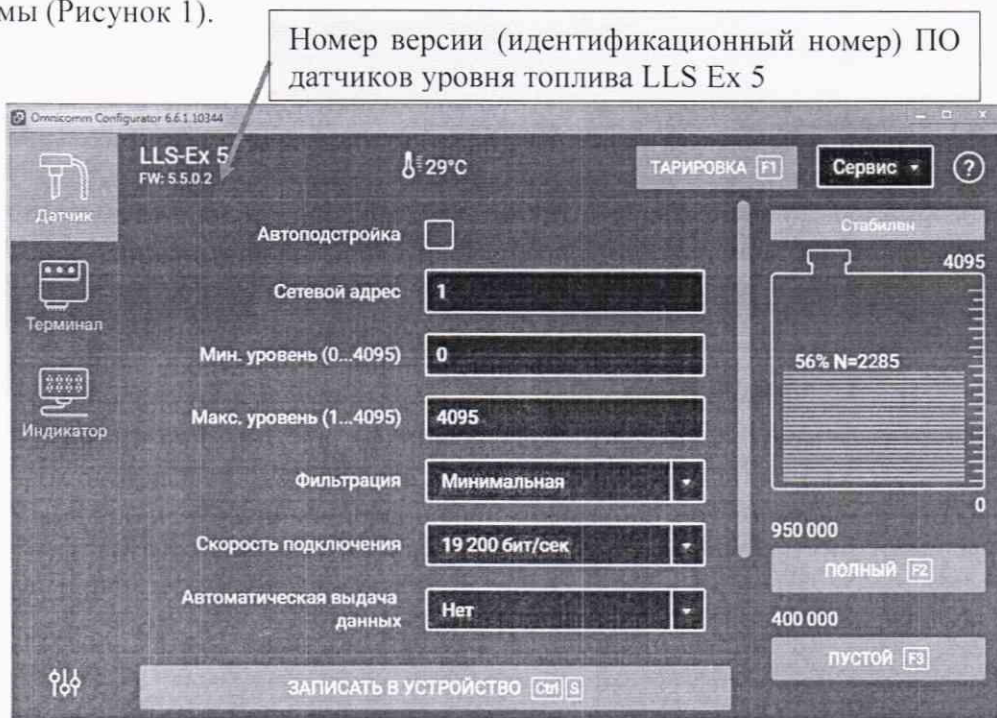

Рисунок 1 - Главное окно программы Omnicomm Configurator (вид программы может отличаться в зависимости от версии)
3. Запустить программу Omnicomm Configurator. Откроется главное окно программы (Рисунок 1).